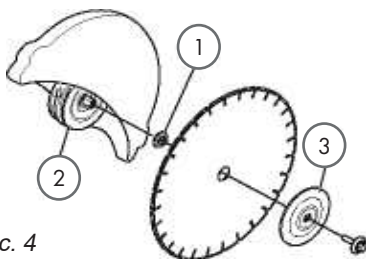

Рис. 4
Диск устанавливается на втулку (1) между внутренней фланцевой шайбой (2) и фланцевой шайбой (3) (рис. 4). Фланцевую шайбу поворачивают так, чтобы она поместилась на оси.